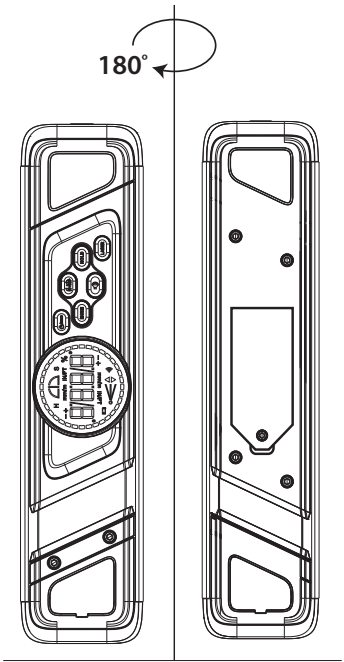

Abbildung 4
- Drehen Sie das Gerät um 90° und drücken Sie dann (3). **CAL3** beginnt zu blinken und wechselt dann zu **CAL4**.
- Drehen Sie das Gerät, ohne es von der Stelle zu nehmen, um 180° und drücken Sie dann (3). **CAL4** beginnt zu blinken. Wenn **CAL4** auf dem Display (8) ausgeblendet wird, ist die vertikale Kalibrierung abgeschlossen (Abb. 4).
- Gire el dispositivo 90° y pulse (3). **CAL3** empieza a parpadear y luego cambia a **CAL4**.
- Sin mover el dispositivo, gírelo 180° y pulse (3). **CAL4** empieza a parpadear. Cuando **CAL4** desaparezca de la pantalla (8), la calibración vertical estará completa (Fig. 4).